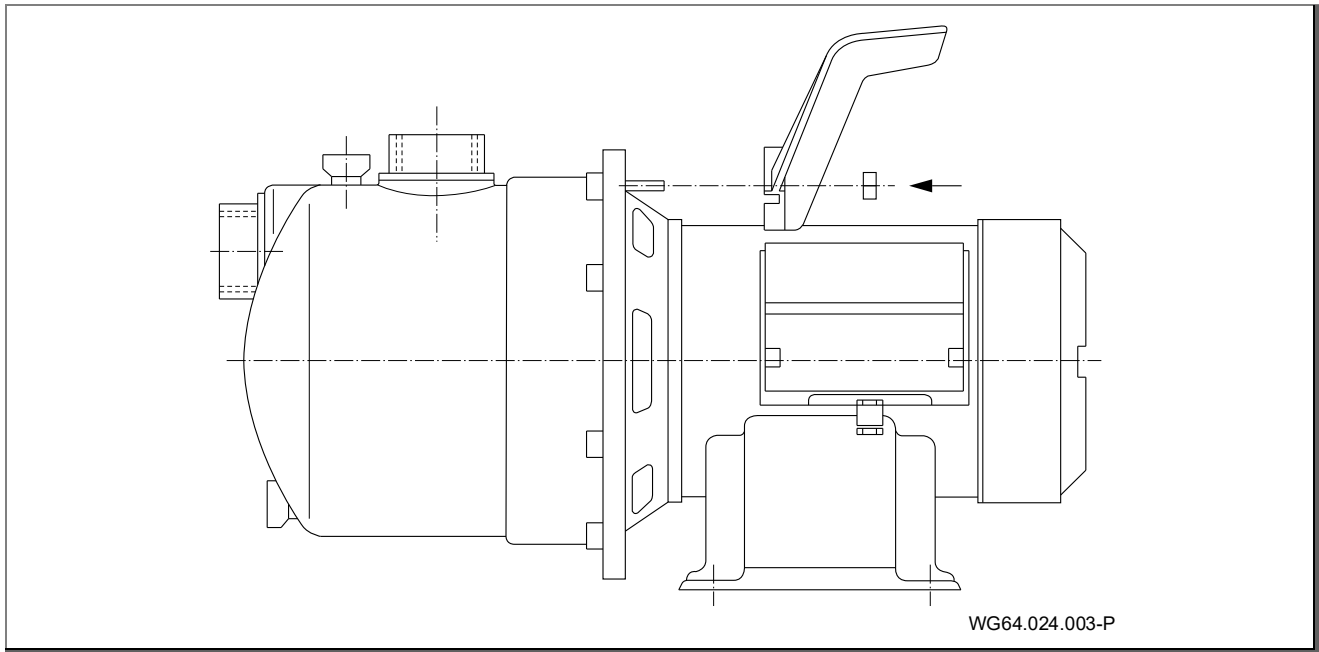

Abb. 1
- Pumpenaggregat, bestehend aus Motor und Pumpe, sowohl motor- als auch pumpenseitig anhängen. Siehe "Abb. 1" auf Seite 10.